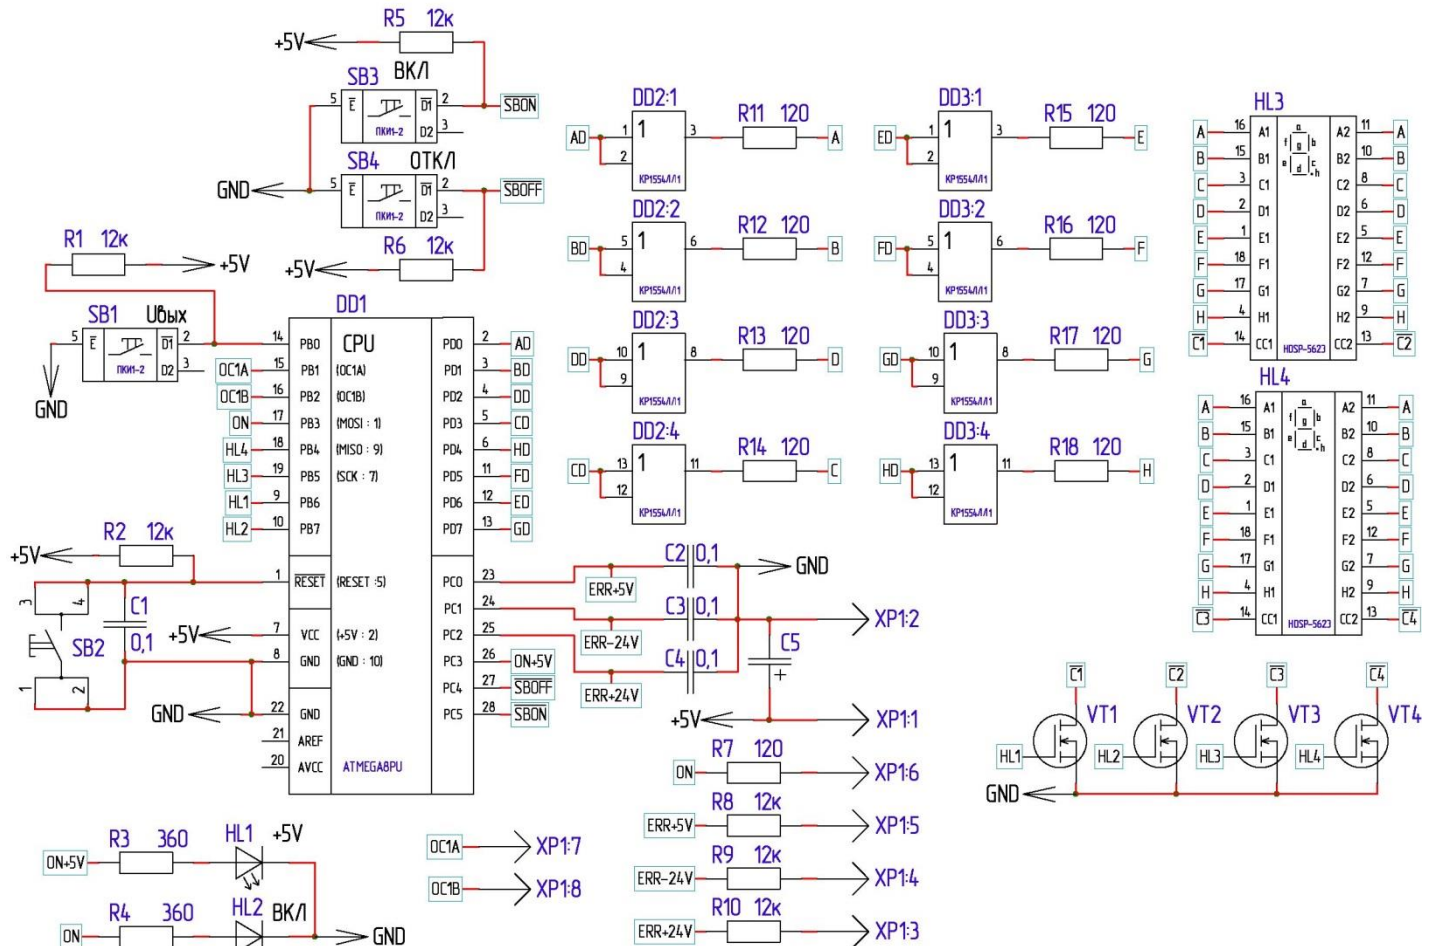

Рис.4. Плата +5V+-U БП\_МП
**Управление** 3-х канальным стабилизатором производится микропроцессором (Схема на Рис.4)